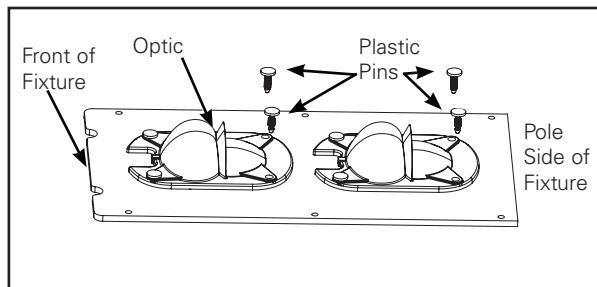
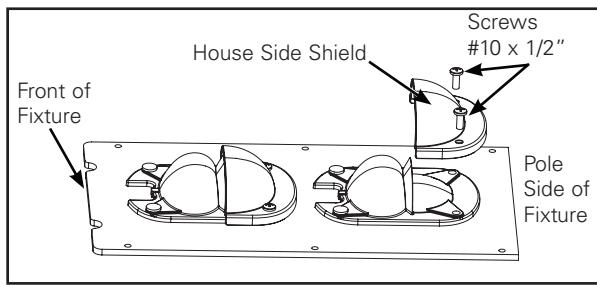

Figure 9.
Figure 10.
House Side Shield (Figure 9. and Figure 10.)
1. Remove plastic push pins on back side of optic. (Figure 9.)
Note: House side shield must ONLY be installed on the back side of the optics as shown. DO NOT install on the other side of the optic. (Figure 10.)
Protecteur côté maison (Figure 9. et Figure 10.)
1. Retirez les barrettes à ressort en plastique qui se trouvent derrière le dispositif optique. (Figure 9.)
Remarque: Le protecteur côté maison doit UNIQUEMENT être installé à l'arrière du dispositif optique, tel qu'ilustré. NE l'installez PAS sur l'autre côté du dispositif optique. (Figure 10.)